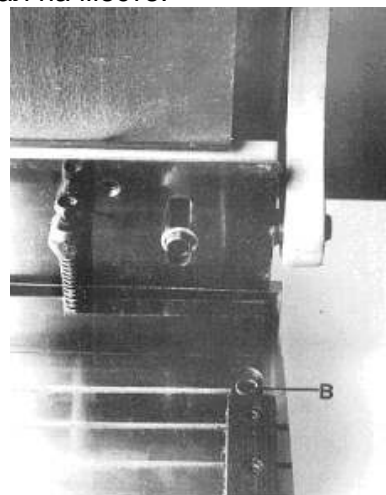

Рис. 7
3. Отрегулируйте зажим на расстоянии 1/4" (6,5мм) над столом, когда лезвие ножниц находится в верхнем положении, повернув две болта с шестигранными головками по ключ (А, Рис. 7) Когда лезвие начнет движение вниз, зажим должен немедленно зафиксировать рабочий материал на месте.
1. Ослабьте два винта с шестигранными головками под ключ (В, Рис. 7) с каждой стороны стола.
2. Используйте регулирующие винты А, Рис. 7), чтобы уменьшить зазор между лезвием и столом, чтобы облегчить разрезание тонкого материала.